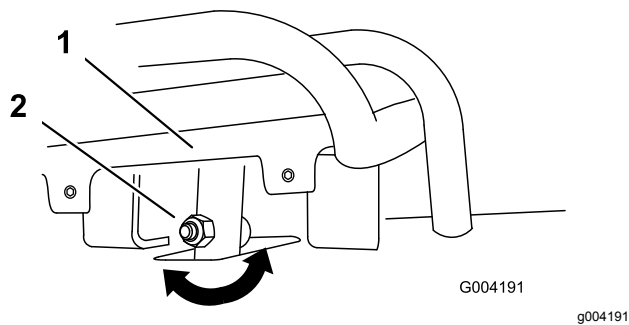
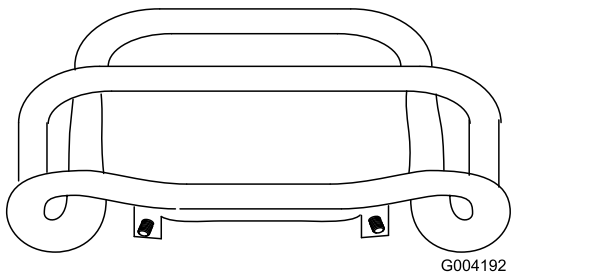

Bild 49
Bild 50
4. Wenn die Vorderseite des Fahrtriebs nicht bündig und gleichmäßig am Anschlagbügel bleibt, lösen Sie die Mutter im Schaft des Fahrtriebs (Bild 49).
5. Stellen Sie den Fahrtrieb so ein, dass er bündig am Anschlagbügel bleibt, wenn er gerade nach hinten gezogen wird (**Bild 49** und **Bild 50**).
- C. Lösen Sie die Bundmutter und die Schraube im Fahrtriebsschaft (**Bild 49**).
- I. Stellen Sie den Fahrtrieb so ein, dass er bündig am Anschlagbügel bleibt, wenn er gerade nach hinten gezogen wird (**Bild 49** und **Bild 50**).